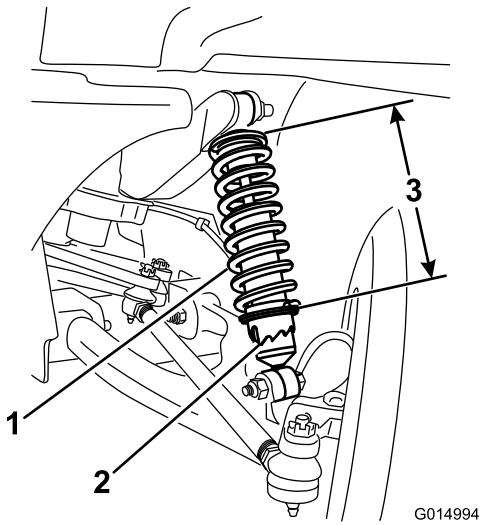

Figura 53
- Usando la herramienta Toro número 6010, gire el collarín del amortiguador para variar la longitud del muelle (Figura 53).